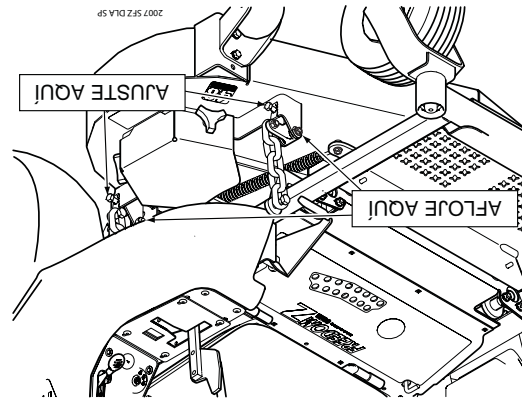

Figura 6-4. Ajuste del nivel de la plataforma de corte
1. Si la plataforma de corte está más baja en un lado, afloje las tuercas elásticas de tope que aseguran los puntos de fijación del nivel de la plataforma en la parte frontal y posterior del lado más bajo. (Vea la Figura 6-4).
2. Gire los pernos de ajuste en la parte frontal y posterior del punto de fijación del nivel de la plataforma en el sentido de las agujas del reloj hasta que la plataforma de corte esté nivelada en ambos lados. (Vea la Figura 6-4)